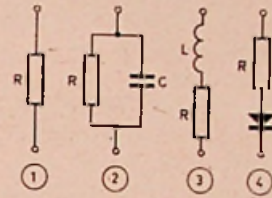

Fig. 15
De schakeling ④ is te onderscheiden van de drie andere door het feit, dat ④ slechts stroom in één richting doorlaat. (Zie fig. 15).